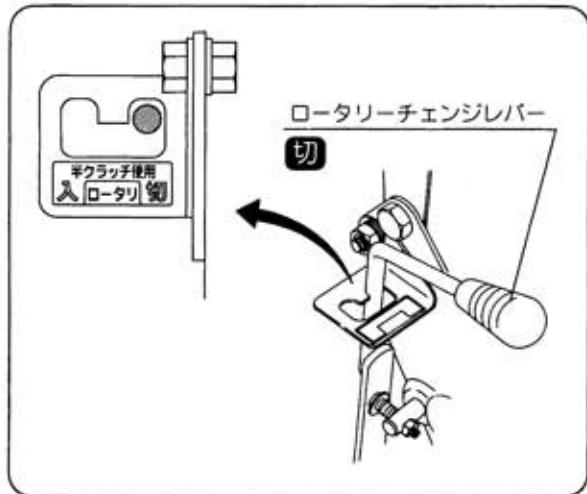

図5
- ② ロータリーチェンジレバーが「切」位置になっているかを確認してください。(図5)